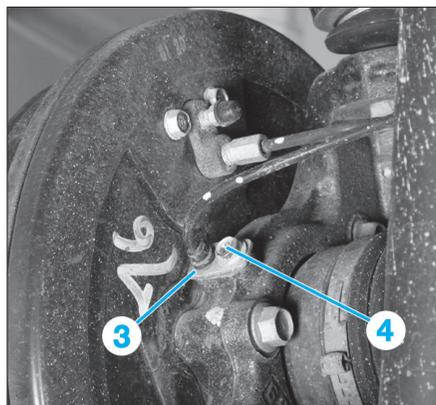

FIG. 33
- Déposer la vis (4) du capteur de roue avant (3) (**Fig.33**).